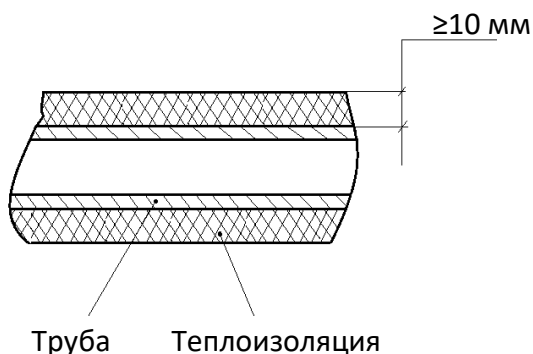

Рис.2.7
- Подсоедините шланги манометрического коллектора к портам газовой и жидкостной трубы (см.рис.2.7); вакуумируйте систему не менее 2-х часов;
- Для предотвращения образования конденсата наружные поверхности труб фреонопровода и дренажа необходимо изолировать (рис.2.7).